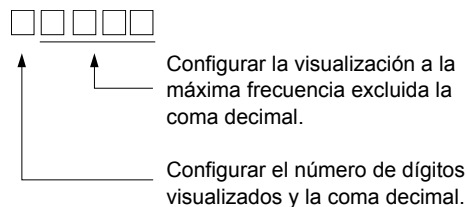

Fig. 6.66 Regla de configuración de escala de frecuencia
- 40 a 39999: Display de usuario. Establece la configuración máxima visualizada mediante la regla de configuración en *Fig. 6.66*